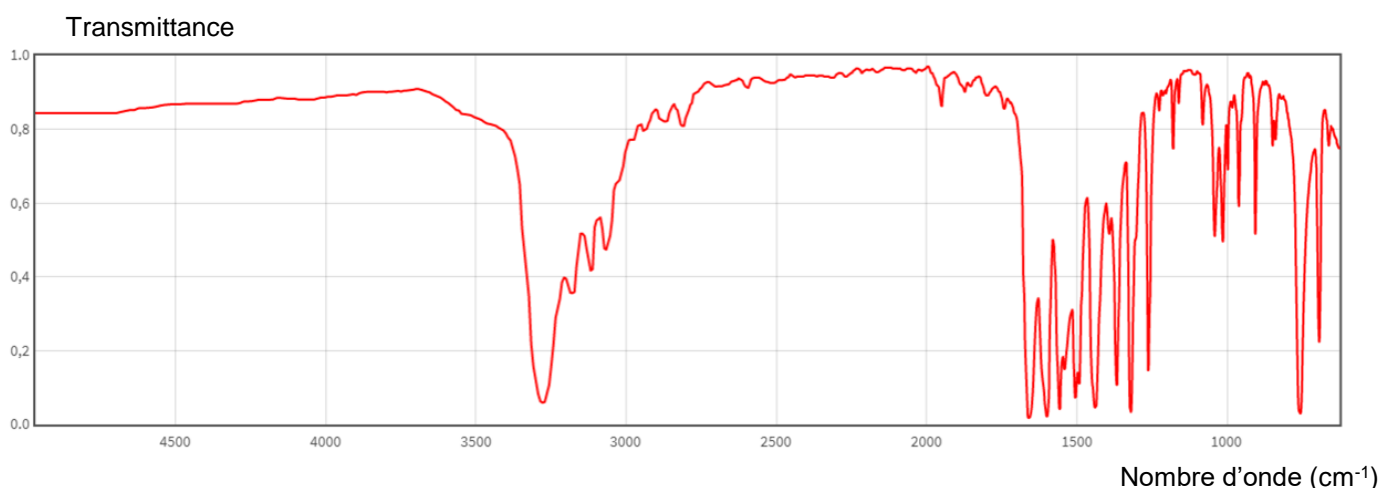

Figure 2 - Spectre infrarouge de l'acétanilide
2. Montrer que le spectre infrarouge de l'acétanilide (**figure 2** ci-dessous) permet de confirmer que l'acétanilide appartient bien à cette famille fonctionnelle.